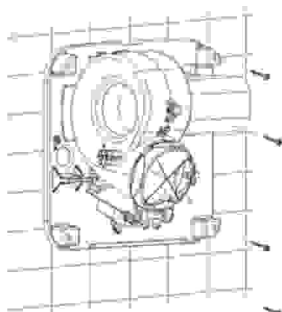

Рис.7
3. — Плотнo закрепить крепежную планку сушилки на стене, закрутив 4 поставляемых в комплекте шурупа (см. рис. 7).